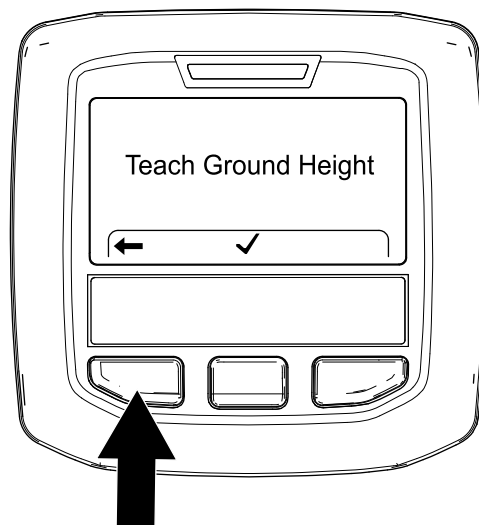

Рисунок 71
7. Нажмите левую кнопку инфо-центра, чтобы выйти из функции Teach Ground Height (Калибровка высоты от земли) (Рисунок 71).